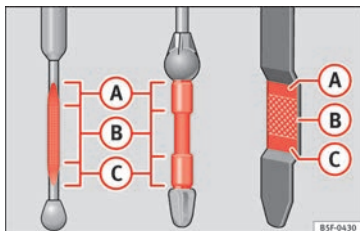

Fig. 248 Asta di misurazione livello olio motore
– In seguito, estrarla di nuovo e controllare il livello dell'olio » fig. 248. Se necessario, rabboccare dell'olio.
Se il livello dell'olio si trova al di sopra della zona » fig. 248 **A**, non avviare il motore. Pericolo di danni al motore e al catalizzatore! Rivolgersi presso un'officina specializzata.
Il livello dell'olio non deve superare assolutamente il settore » fig. 248 **A**. L'olio in eccesso potrebbe altrimenti essere aspirato attraverso lo sfiato del basamento ed essere liberato nell'atmosfera attraverso l'impianto di scarico.